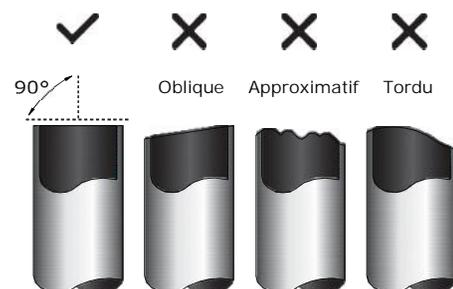

Fig. 7.1
1. Assurez-vous de découper le tuyau avec un angle à 90° précisément. Consulter la Fig. 7.1 pour des exemples de mauvais découpage.